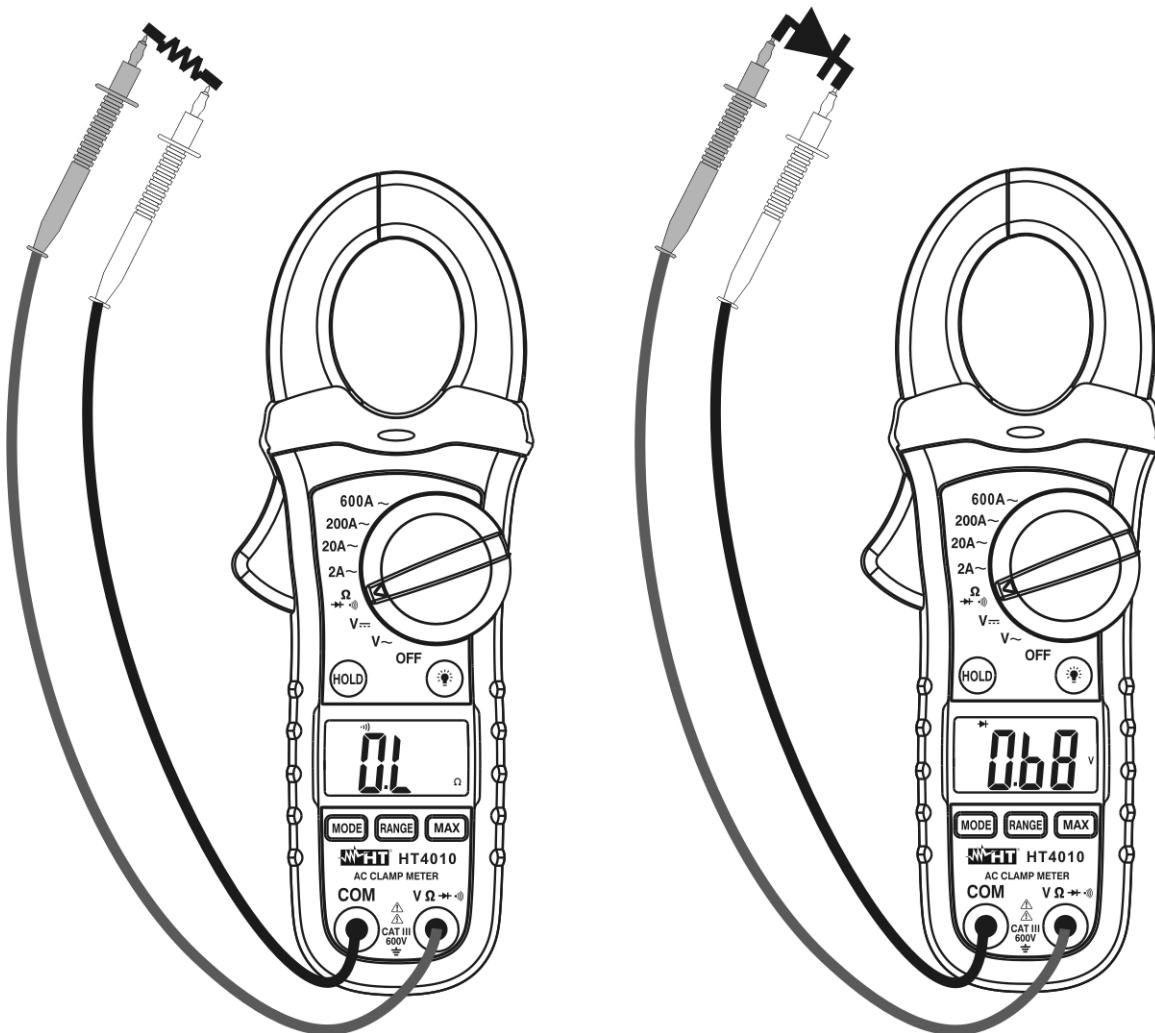

Fig. 6: Uso del instrumento en la Prueba de Continuidad y Prueba de Diodos
3. Conecte las dos puntas de prueba en los terminales de la pinza, la roja en el terminal $V\Omega \rightarrow \cdot \parallel$ y la negra en el terminal **COM** y efectuar el test de continuidad an el objeto en prueba (ver Fig. 6 - parte izquierda). El zumbador emite un señal acústica cuando el valor de la resistencia medida es inferior a 150Ω
5. Conecte la punta roja al ánodo del diodo y la punta negra al cátodo (ver Fig. 6 – parte derecha)